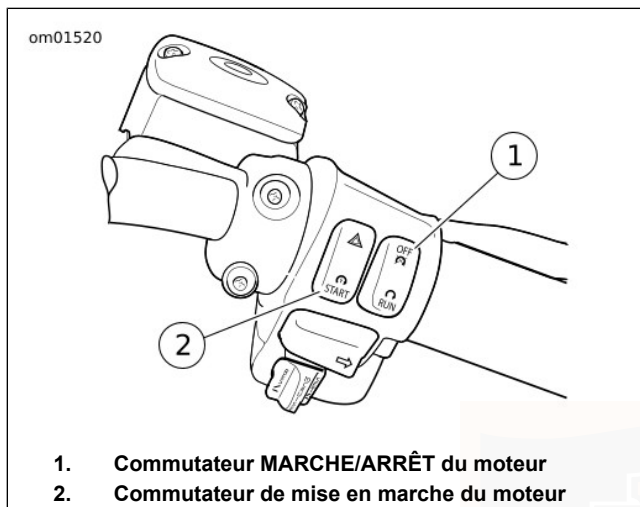

Figure 23. Commandes sur la droite du guidon
1. Voir Figure 23. En présence d'un porte-clés du système de sécurité attribué, mettre le commutateur MARCHE/ARRÊT en position MARCHE